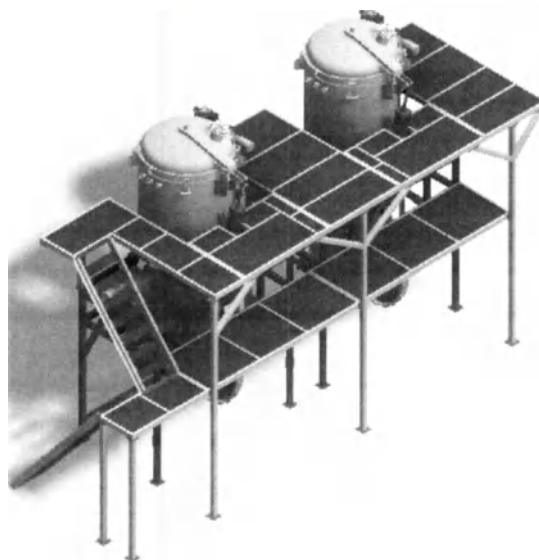

Рисунок 16
- ◆ Соберите лестницу, зафиксируйте её нижнюю часть к платформе; соедините и зафиксируйте верхнюю часть к лестничной площадке и верхней части платформы болтами и затяните их. (Рис. 16)